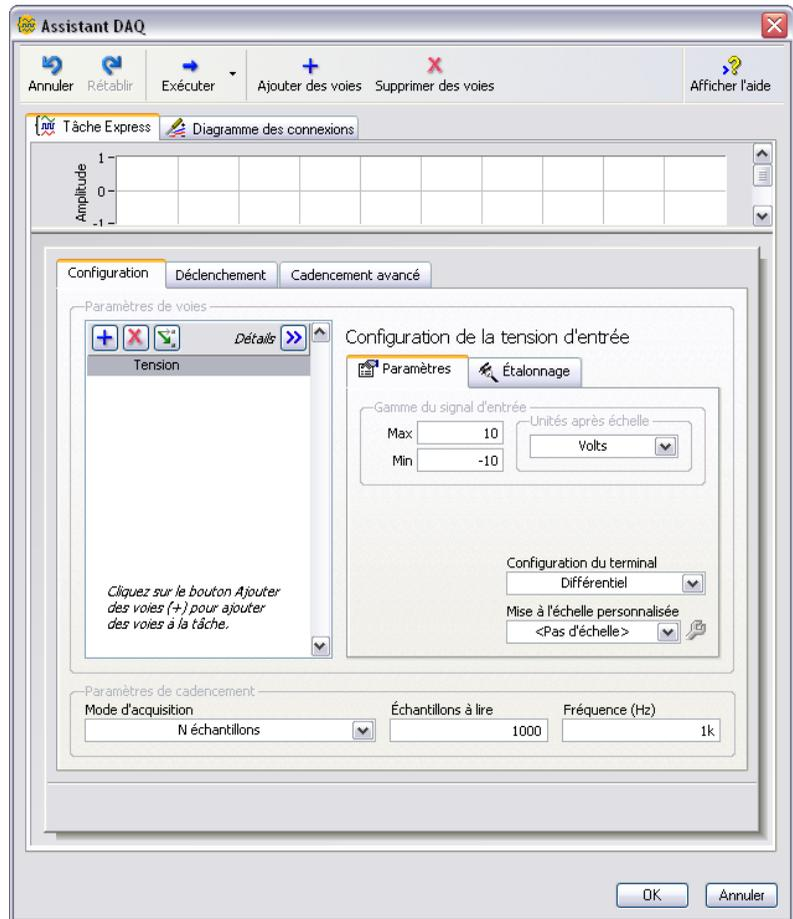

Figure 4-1. Configuration d'une tâche avec l'Assistant DAQ
6. Dans la liste de **Voies physiques supportées**, sélectionnez la voie physique à laquelle l'instrument connecte le signal comme, par exemple, **ai0**, puis cliquez sur le bouton **Terminer**. L'Assistant DAQ ouvre une nouvelle boîte de dialogue, représentée par la figure 4-1, qui affiche les options de configuration pour la voie que vous avez sélectionnée pour la tâche.